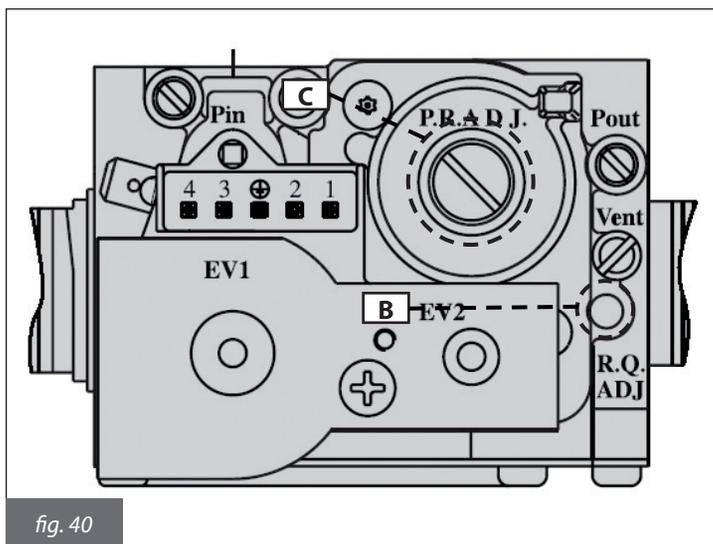

fig. 40
- Regolare il valore dell'anidride carbonica (CO₂) nei fumi ruotando il regolatore di rapporto **B** (fig. 40) e assicurarsi che rientri nei limiti della tab. 19. Lasciare la caldaia in modalità spazzacamino e portarsi al passo successivo di regolazione alla potenza minima.
- Regolare il valore dell'anidride carbonica (CO₂) nei fumi ruotando il regolatore di offset **C** (fig. 40) e assicurarsi che rientri nei limiti della tab. 19.